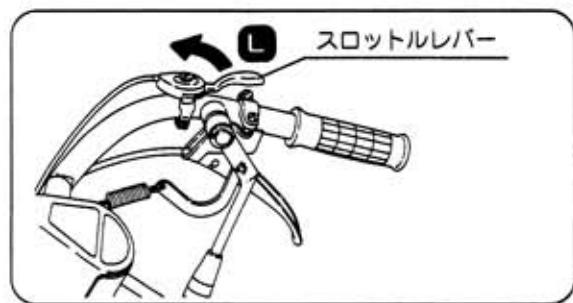

図13
- ③ スロットルレバーを「L」位置に戻し、エンジン回転を下げます。 (図13)